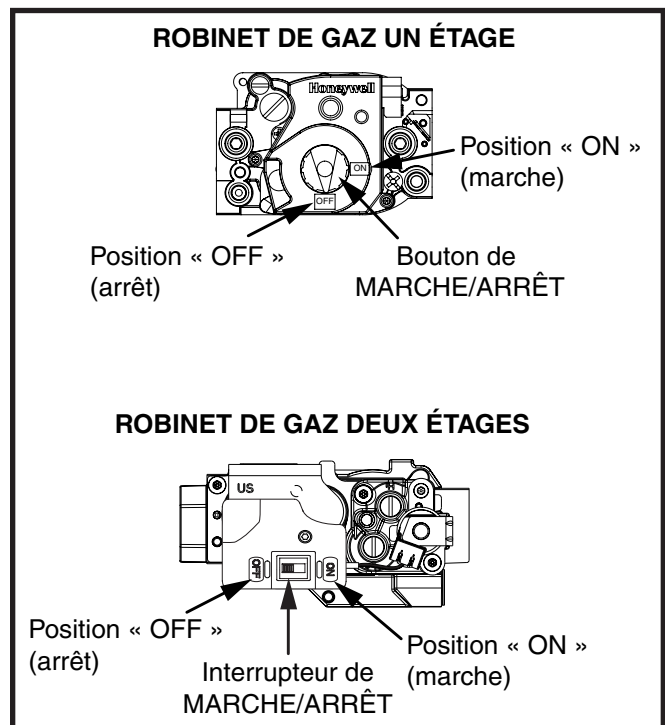

Figure 2. Vanne à gaz
7. Réglez l'interrupteur/le bouton de marche/arrêt du robinet de gaz en position OFF (arrêt). Consultez la Figure 2 pour connaître le type de robinet de gaz et l'emplacement de l'interrupteur/du bouton de marche/arrêt.
5. Réglez l'interrupteur/le bouton de marche/arrêt du robinet de gaz en position OFF (arrêt). Consultez la Figure 2 pour connaître le type de robinet de gaz et l'emplacement de l'interrupteur/du bouton de marche/arrêt.